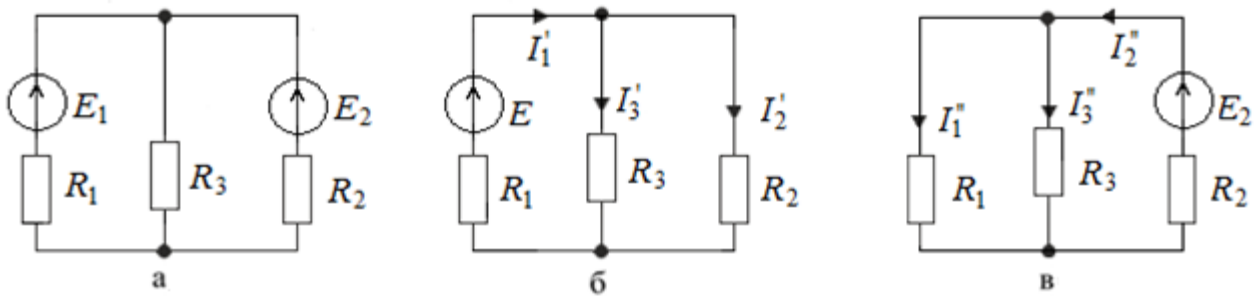

Рис. 38
Пример 16. Определить токи в ветвях электрической цепи (рис. 38, а) методом наложения, если $E_1 = 68 \text{ В}$; $E_2 = 17 \text{ В}$; $R_1 = 30 \text{ Ом}$; $R_2 = 5 \text{ Ом}$; $R_3 = 20 \text{ Ом}$.
Решение. 1. Приняв $E_2 = 0$, получим схему, приведенную на рис. 38, б. Частичные токи в этой схеме, создаваемые источником ЭДС E_1 :
2. Приняв $E_1 = 0$, получим схему, приведённую на рис. 38, в. Частичные токи в этой схеме, создаваемые источником ЭДС E_2 :